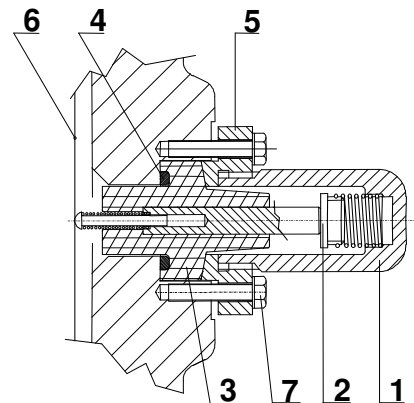

Fig. 19
Normalmente la misura di capacità (C1) viene effettuata tra il terminale superiore e la presa capacitiva o presa PF (fig. 19).
Non cercare di svitare le viti della presa PF (pos 7 di fig. 19) che fissano tale presa alla flangia. Se infatti si cercasse di farlo, l'olio potrebbe fuoriuscire dal passante e si danneggerebbe il contatto elettrico tra la flangia e il corpo condensatore del passante
Controllare che il tappo della presa PF sia adeguatamente alloggiato nella sede e ben serrato (coppia di serraggio di 2 Nm) per impedire l'ingresso di umidità (Fig. 19).